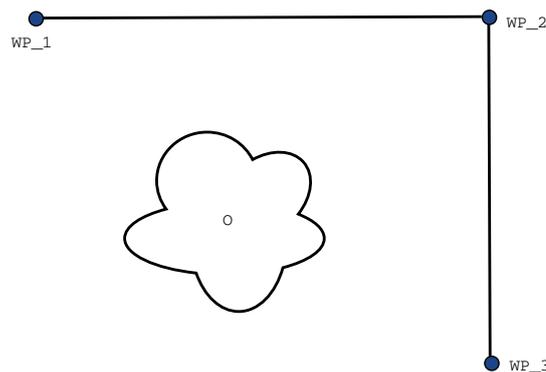

Abbildung 15.2: WP_1: Ausgangsstellung, WP_2: Zwischenziel, WP_3: Aufnahmeposition, O: Hindernis.
Beispiel Betrachten wir beispielsweise eine Pick-and-Place-Anwendung (siehe Abbildung 15.2), bei der sich der Roboter aktuell am Wegpunkt 1 (WP_1) befindet und ein Objekt am Wegpunkt 3 greifen (WP_3) soll. Um Kollisionen mit dem Objekt und anderen Hindernissen (O) zu vermeiden, muss sich der Roboter WP_3 aus der Richtung von Wegpunkt 2 kommend (WP_2) nähern. Es werden also drei Wegpunkte für die Bahn einbezogen, um die Anforderungen zu erfüllen.